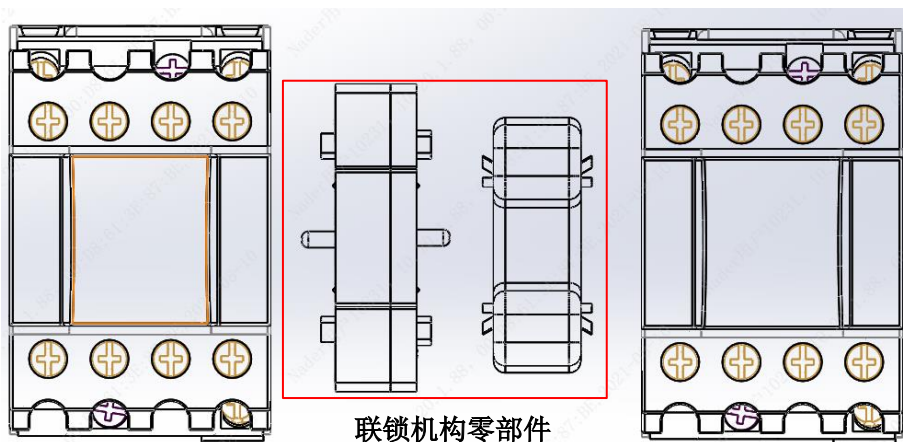

图 1
3.1 取两台接触器及联锁机构组件（红色区为机械互锁组件），如图 1 所示